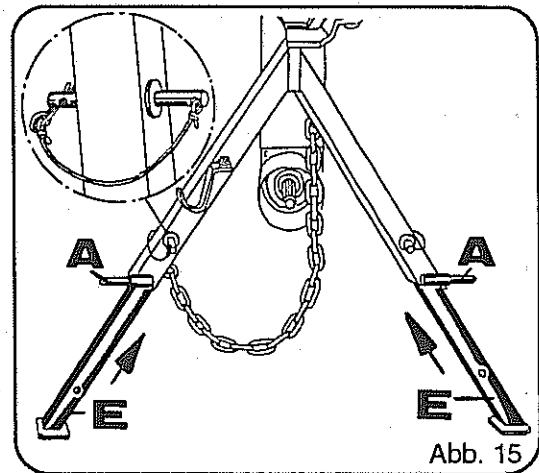

Abb. 15
Zum Transport wird der RS 720-ES in die Unterlenker des Schleppers eingehängt (Abb. 15, Pos. A). Nach dem Anheben der Unterlenker durch die Dreipunkthydraulik werden dann die Abstellstützen in den Tragbock eingeschoben und gesichert (Abb. 15, Pos. E).
- Abstellstützen herausziehen und mit Federklappstecker sichern (siehe auch Seite 15, Abb. 15).